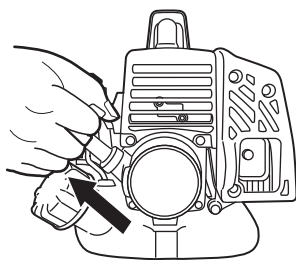

Fig. 18
- (4) Tire enérgicamente del arrancador de retroceso, tomando la precaución de mantener el asidero bien sujeto para evitar que se escape de la mano. (Fig. 18)
- (6) Vuelva a tirar enérgicamente del arrancador de retroceso. (Fig. 18)